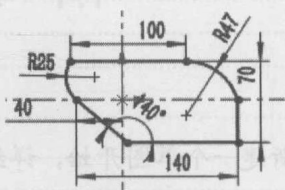

图 1.1.6 添加尺寸
Step5. 添加尺寸。选择下拉菜单 **工具(T)** → **尺寸(S)** → **智能尺寸(S)** 命令，添加图 1.1.6 所示的尺寸。